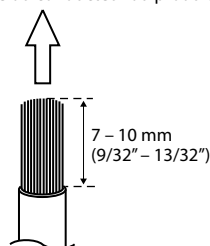

Fig. 7
- Retirer l'isolation des bouts des fils de connexion de 7 – 10 mm (9/32" – 3/8"). (Fig. 7)